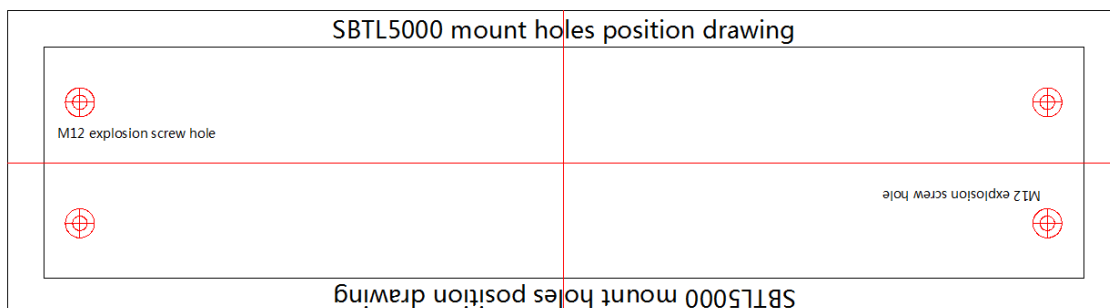

Рис. 2-1
1. Просверлите отверстия в соответствии с планом расположения монтажных отверстий, как показано на рис. 2-1.